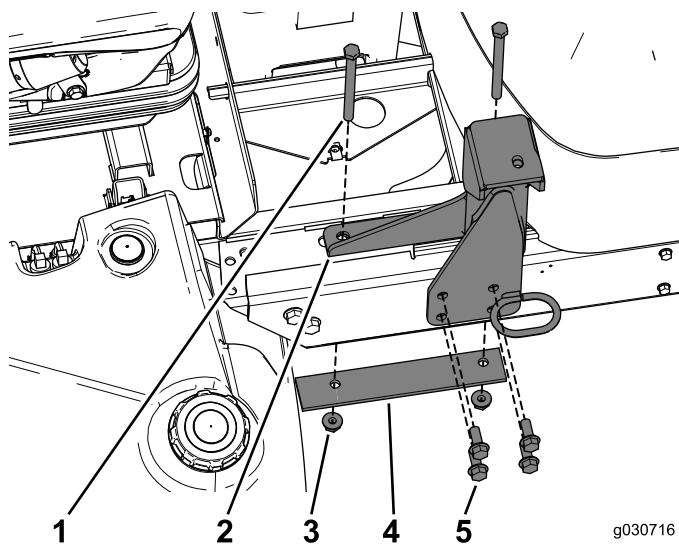

図19
- ROPSから外したボルト類を使用して、後マウントをフレームに固定する図19。